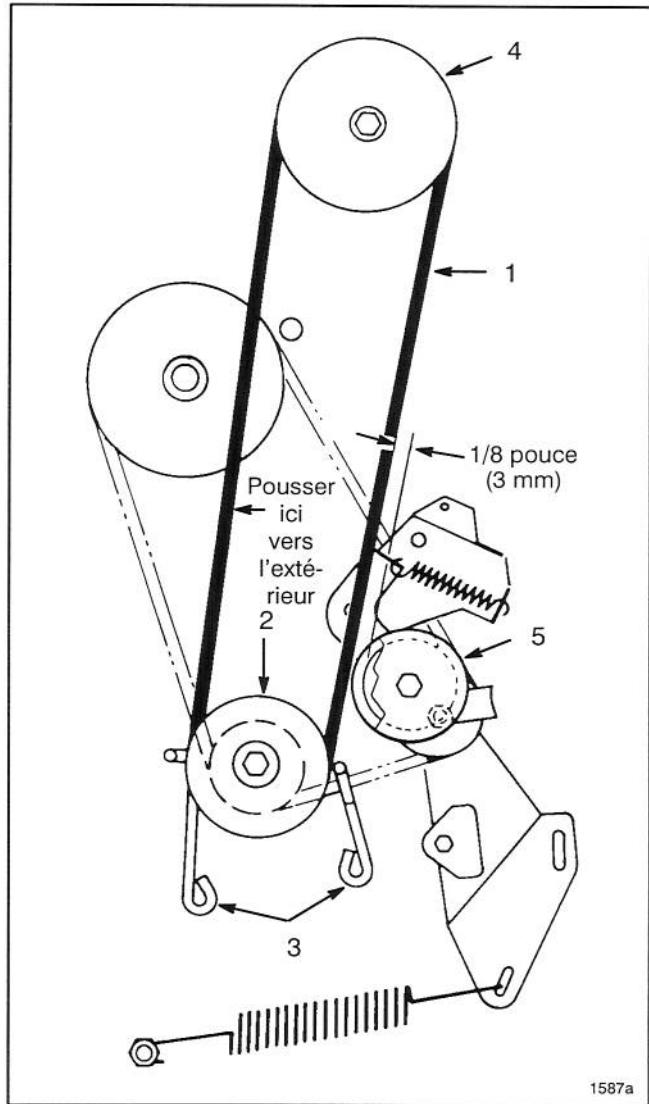

Figure 17
7. Desserrer les boulons de fixation des 2 guides de courroie de la poulie moteur, et écarter les guides de la poulie. Retirer de la poulie moteur la courroie d'entraînement de la lame (Fig. 17).
12. Pousser la courroie vers l'extérieur (pour la tendre) comme illustré à la figure 17, et vérifier l'écart entre l'extérieur de la courroie et la gorge de la poulie de renvoi (Fig. 17). L'écart doit être d'environ 3 mm.